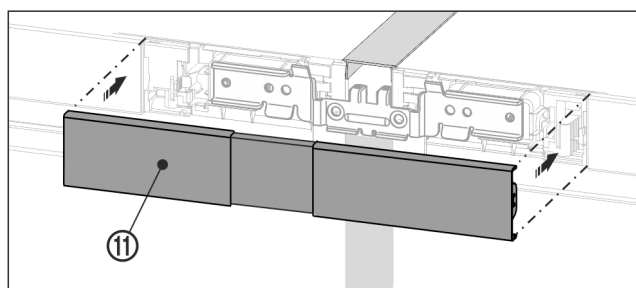

Fig. 30
- ▶ Encaje la cubierta Fig. 30 (11) superior en el espacio todavía abierto que hay entre los dos paneles de mando. Al hacerlo, preste atención a que las caras exteriores de la cubierta queden a ras de los paneles de mando.